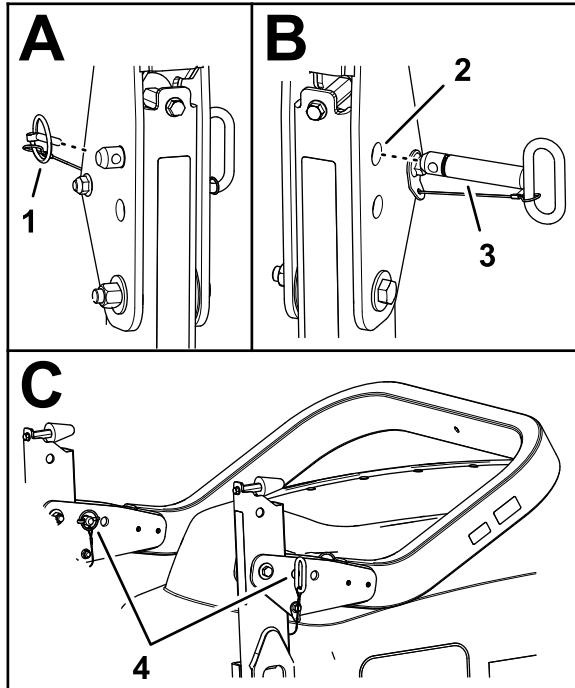

Figura 53
2. Retire los pasadores de seguridad que sujetan los pasadores de la barra antivuelco en cada lado de la barra antivuelco (Figura 53).